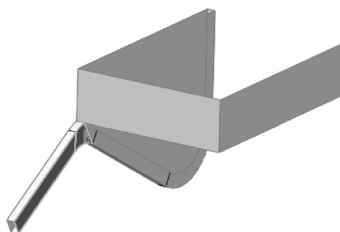

图 4-51 通过边线创建平面区域
STEP 6 单击“曲面”工具栏中的“平面区域”按钮，选择零件出口处的两对边线，创建平面区域，如图 4-51 所示。